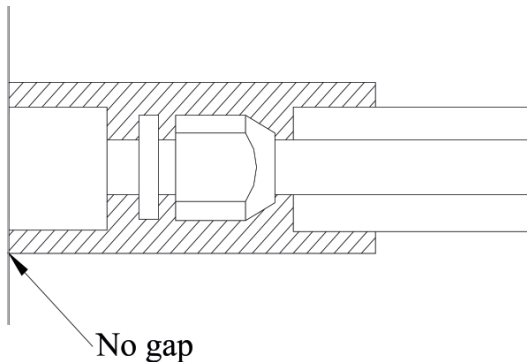

Fig.19
- b. The joints of the indoor unit should be wrapped with the As juntas da unidade interior devem ser isoladas de forma evitar a entrada de ar para o interior do isolamento, como mostrado na Fig.19.